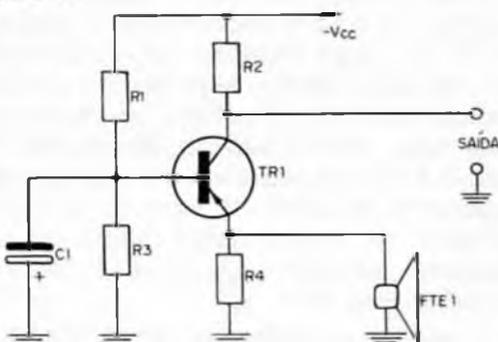
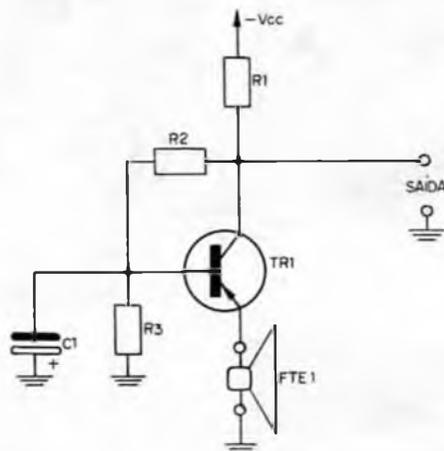
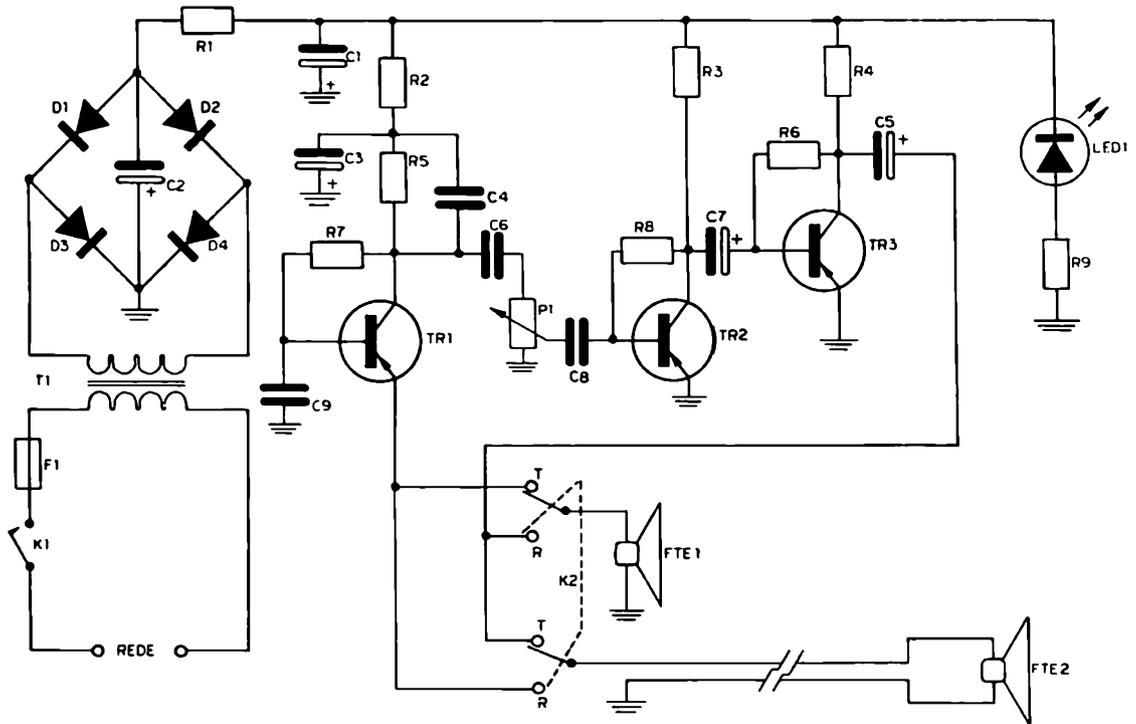
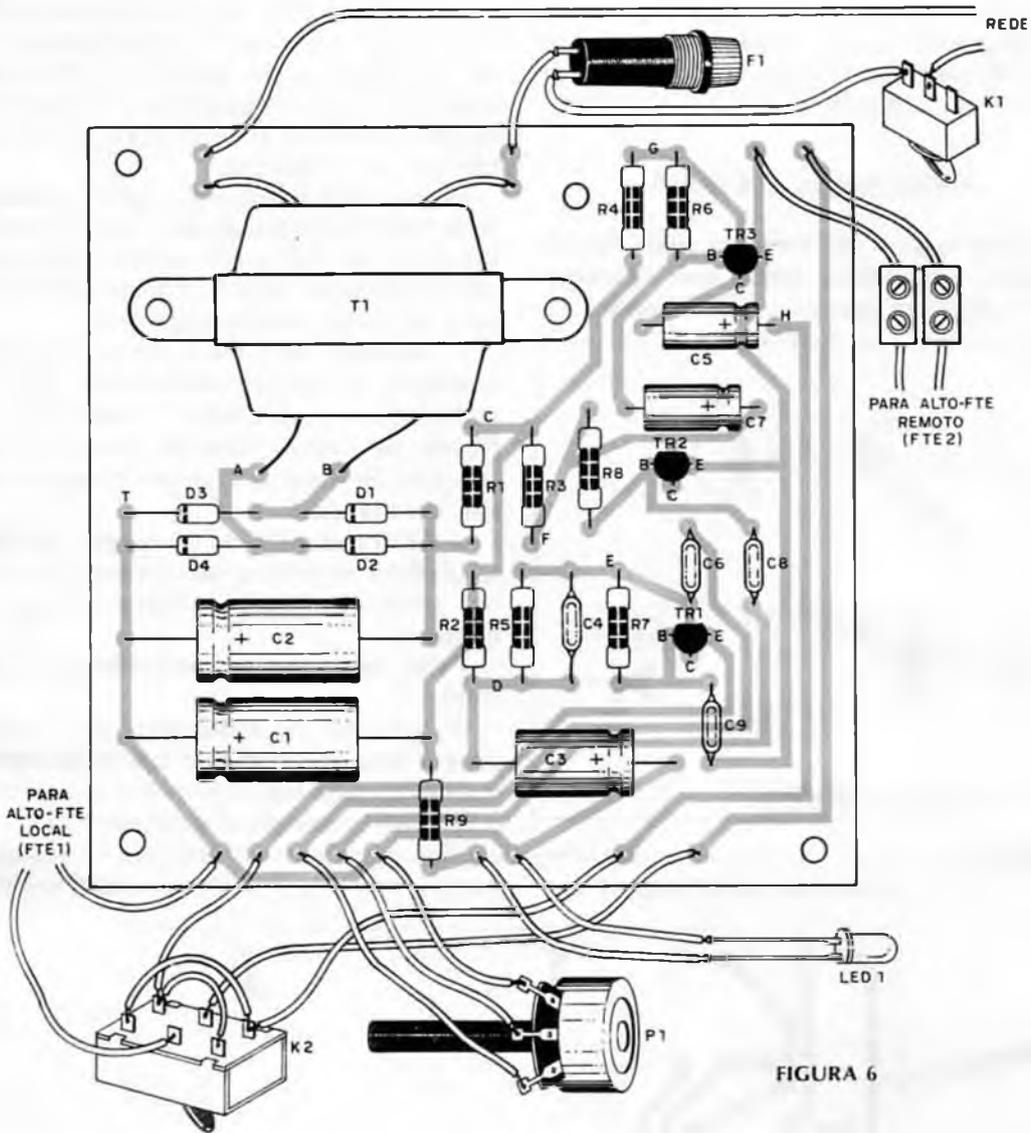

FIGURA 1
FIGURA 2
FIGURA 3
FIGURA 6
Porque a impedância de um alto-falante é reduzida (no caso 4 ohms), é necessário adotar um circuito de baixa impedância de entrada compatível com a do alto-falante que, nestas circunstâncias, funciona como microfone. A solução foi utilizar um transistor em base comum como mostra a figura 1.
Nesse circuito, o sinal do microfone (FTE1) é diretamente aplicado ao emissor, ficando a base do transistor ligada à massa (para sinais c.a.) pelo capacitor C1 (figura 1). Em realidade não há necessidade do resistor de emissor R4, de baixíssima resistência ôhmica: a própria resistência
Contudo, o tipo de polarização utilizado é totalmente dependente do β (beta) do transistor e como esse parâmetro varia de transistor para transistor, resolveu-se prover uma realimentação c.c. a fim de atenuar tais variações de β . Na figura 2 tem-se o novo circuito assim obtido, inclusive com a eliminação de R4 (figura 1) que foi substituída pela resistência ôhmica do alto-falante.
O circuito da figura 2 ainda não é o mais funcional e econômico: ajustando-se corretamente os valores de R1 e R2, a resistência R3 não mais será necessária, obtendo-se um pré-amplificador de ótimo rendimento. O diagrama esquemático da seção pré-amplificadora e amplificadora do intercomunicador, assim como o sistema de comutação entre a central e a estação remota e respectiva fonte de alimentação, são mostrados na figura 3.
Situando o interruptor K2 na posição T (transmite - figura 3), as correntes variáveis desenvolvidas na bobina do alto-falante na clássica configuração base comum (BC). Os sinais amplificados por TR1, devido à fala nas proximidades de FTE1, e desenvolvidos sobre o resistor R5 de carga de coletor desse transistor, são acoplados capacitivamente ao resistor variável P1 (um potenciômetro) através de
R2 atua como uma resistência "isoladora" evitando, junto com C3, que se verifiquem profundas oscilações de tensão no estágio pré-amplificador devido a espúrios. Cabe a C4 (figura 3) realizar o desacoplamento do resistor R5 - ele é curto-circuito para sinais c.a.
obtenção de um aviso visual de que o aparelho está sendo devidamente alimentado através do interruptor de contatos simples K1 - figura 3.
— Com o auxílio do chapeado da figura 6, verificar se o dimensionamento do material adquirido, coaduna com a furação lá indicada.
da plaqueta. Soldam-se esses fios assim como os desencapados (correspondentes ao primário do transformador) à plaqueta de circuito impresso tal qual o indicado no chapeado (figura 6).
Instalando o fusível e dispondo o voltímetro na escala c.a., ler-se-á valor de 7,8 volts entre os pontos *a* e *b* (figura 6).
Depois instalam-se os diodos retificadores D1 a D4, capacitores eletrolíticos C1 e C2 (não ignore a polaridade!) e resistor R1 de 100Ω (marrom-preto-marrom). Medindo o potencial entre o ponto *t* (terra) e o ponto *c* (figura 6), será obtido um valor próximo a - 11 volts cc (não esqueça de utilizar a escala c.c. do voltímetro).
Logo depois instalam-se os resistores R2, R5 e R7, capacitores C3 (este, por ser eletrolítico, apresenta polaridade) C4 e C9. Proceda-se de forma análoga com o interruptor K2 (figura 6), alto-falante local FTE1 e transistor TR1 - a "barriga" deve se encontrar para baixo. Comuta-se K2 de forma que o alto-falante FTE1 seja inserido ao emissor de TR1 - interruptor K2 na posição T, vide figura 3.
Soldando os capacitores eletrolíticos C5 e C7 (figura 6) à plaqueta, resistores R4 e R6 e transistor TR3, poderá ler-se no voltímetro um potencial de uns - 4,4 volts no ponto *g* - junção das resistências R4-R6. Ao raspar-se com o dedo o cone do alto-falante FTE1, o voltímetro acusará valores de até uns - 2,0 volts no ponto *h* contra terra - se isto não ocorrer girar o cursor de P1.